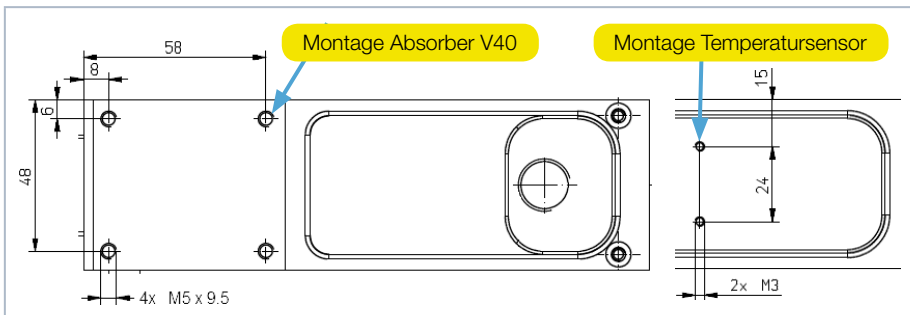

Abb. 3.1: Gewindebohrungen
2. Nach dem Abkühlen des Absorbers V40 vier Befestigungsschrauben M5 an der Unterseite herausschrauben (siehe Abb. 3.1 auf Seite 8) und den Absorber V40 aus der Laseranlage nehmen.